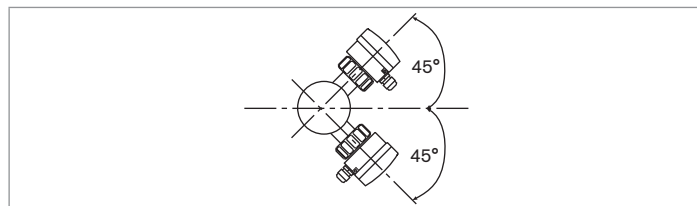

Fig. 8 : Angle de montage du transmetteur sur la canalisation
- installer de préférence le capteur avec un angle de 45° par rapport à une horizontale centrée sur la conduite pour éviter les dépôts sur les électrodes et des erreurs de mesure dues à d'éventuelles bulles d'air (voir Fig. 8) ;